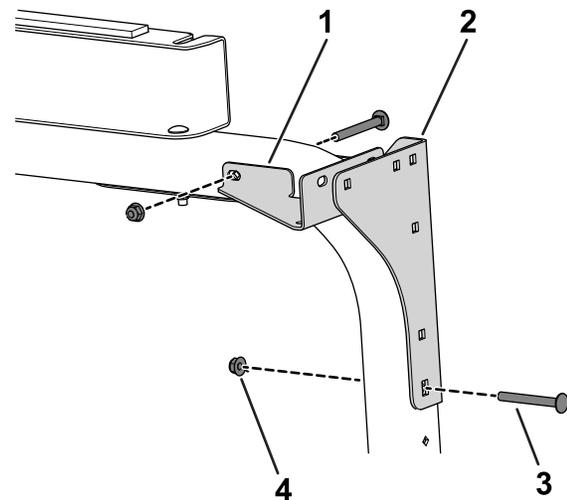

Figure 28
6. Avec 4 boulons de carrosserie (5/16" x 2¾") et 4 écrous (5/16"), fixez les supports de montage arrière et les goussets d'angle arrière à l'arceau de sécurité (Figure 28).